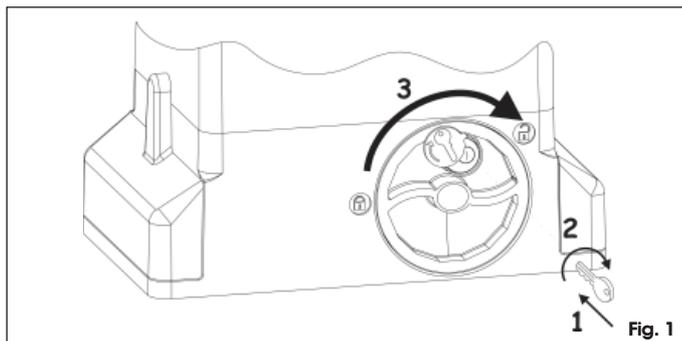

Fig. 1
1. Introduire la clé spéciale fournie dans la serrure, Fig. 1 Réf. ①, et la tourner en sens horaire d'après la Fig. 1 Réf. ②.
2. Tourner le système de déverrouillage en sens horaire d'environ 180°, d'après la Fig. 1 Réf. ③.
1. Introduzca en la cerradura la llave suministrada en dotación (Fig. 1 Ref. ①), y gírela en sentido horario como se indica en la Fig. 1 Ref. ②.
2. Gire el sistema de desbloqueo en sentido horario unos 180°, tal y como se indica en la Fig. 1 Ref. ③.
1. Den entsprechenden, im Lieferumfang enthaltenen Schlüssel in das Schloss einführen (Abb. 1, Bez. ①) und im Uhrzeigersinn entsprechend der Darstellung in Abb. 1, Bez. ② drehen.
2. Das Entriegelungssystem im Uhrzeigersinn um etwa 180° entsprechend der Darstellung in Abb. 1, Bez. ③ drehen.